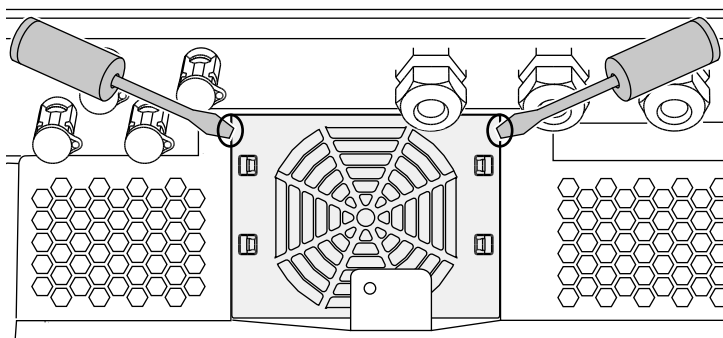

Abb. 70: Lüftergitter lösen
2. Lüfter ausbauen. Dazu am Rand des Lüftergitters einen Schraubendreher ansetzen und leichten Druck auf das Lüftergitter ausüben. **Abb. 70**